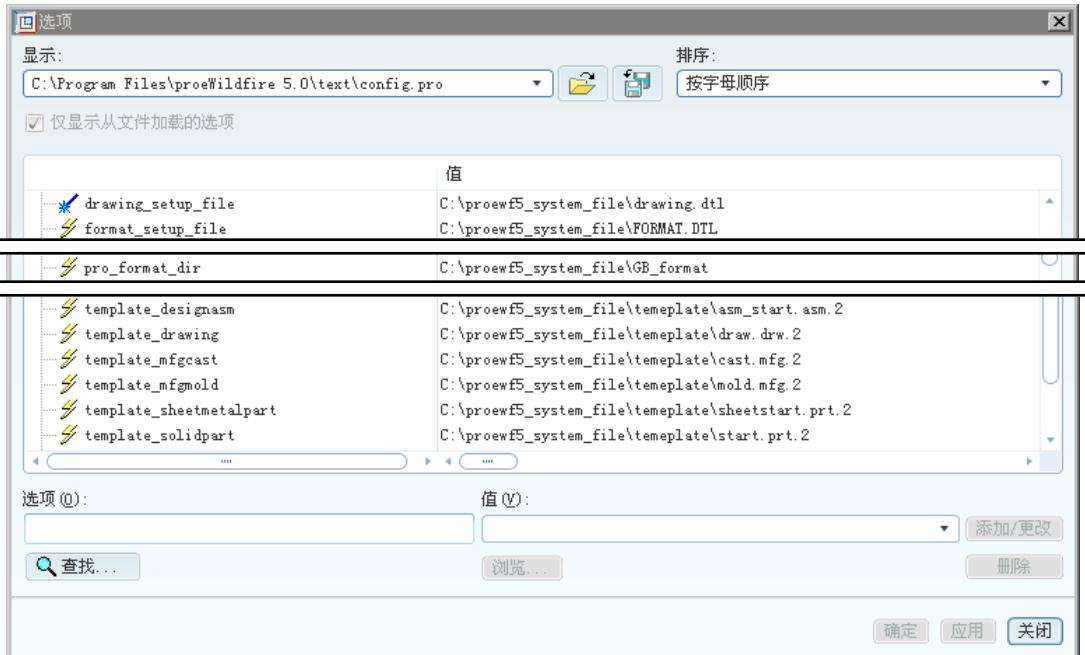

图 10.2.1 “选项”对话框
Step4. 选择下拉菜单 **工具(T)** ➔ **选项(O)** 命令，系统弹出图 10.2.1 所示的对话框。
Step5. 设置配置文件 config.pro 中相关选项的值，如图 10.2.1 所示。
- (1) drawing_setup_file 的值设置为 C:\proewf5_system_file\drawing.dtl。
- (2) format_setup_file 的值设置为 C:\proewf5_system_file\format.dtl。
- (3) pro_format_dir 的值设置为 C:\proewf5_system_file\GB_format。
- (4) template_designasm 的值设置为 C:\proewf5_system_file\template\asm_start.asm。
- (5) template_drawing 的值设置为 C:\proewf5_system_file\template\draw.drw。
- (6) template_mfgcast 的值设置为 C:\proewf5_system_file\template\cast.mfg。
- (7) template_mfgmold 的值设置为 C:\proewf5_system_file\template\mold.mfg。
- (8) template_sheetmetalpart 的值设置为 C:\proewf5_system_file\template\sheetstart.prt。
- (9) template_solidpart 的值设置为 C:\proewf5_system_file\template\start.prt。
① 在图 10.2.1 所示的“选项”对话框中，先在对话框中部的选项列表中找到并单击选项 drawing_setup_file。